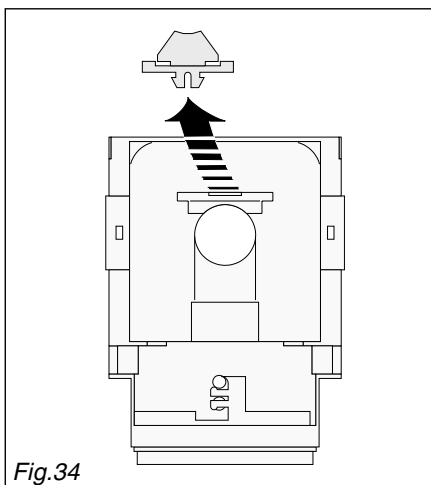

Fig.34
- Pour la lentille " Passage d'animaux domestiques ", supprimer le miroir "Look-down" de la partie anti-insectes (fig. 34).